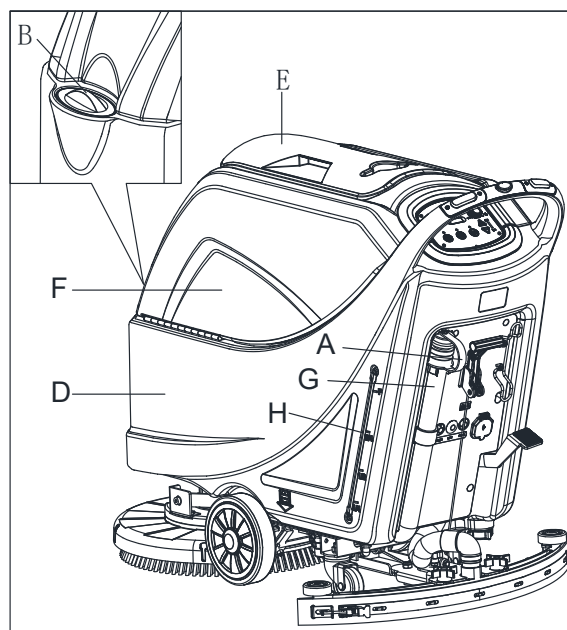

Figura 7
1. Aprire il coperchio di ingresso dell'acqua (B, Figura 7).